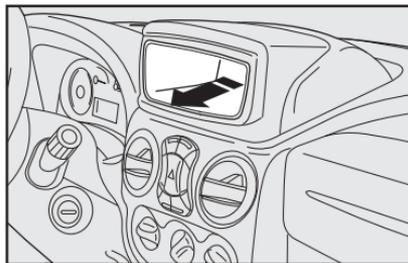

fig. 112
Nas versões que não possuem autorrádio instalado originalmente, este equipamento deverá ser montado na respectiva sede prevista para esta finalidade **fig. 112**.
- Sede desmontável para o autorrádio **fig. 112**.
Para instalar o rádio é necessário retirar a sede pressionando-a para cima e retirando-a para o interior do veículo conforme **fig. 112**.